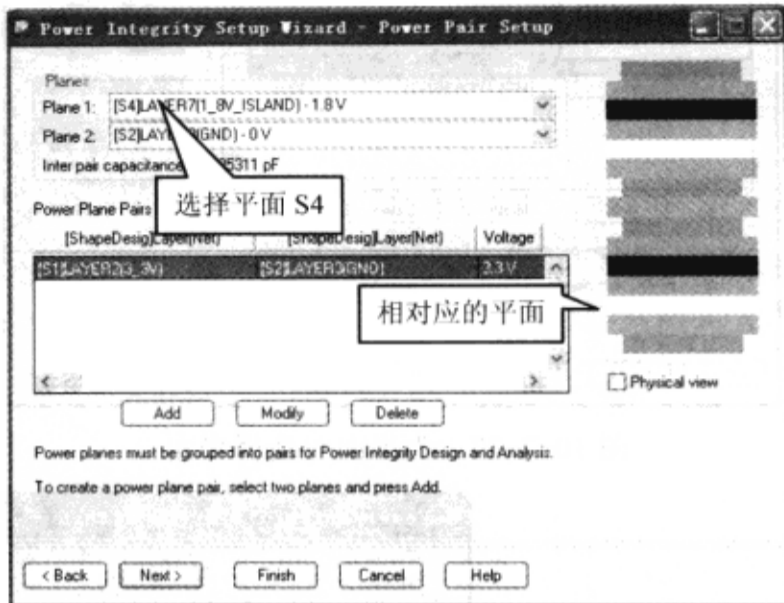

图 10-7-34 为平面对选择平面
(4) 在“Planes”区域的“Plane 1”栏中选择“[S4]Layer7(1\_8V\_Island) - 1.8V”电压平面，如图 10-7-34 所示。